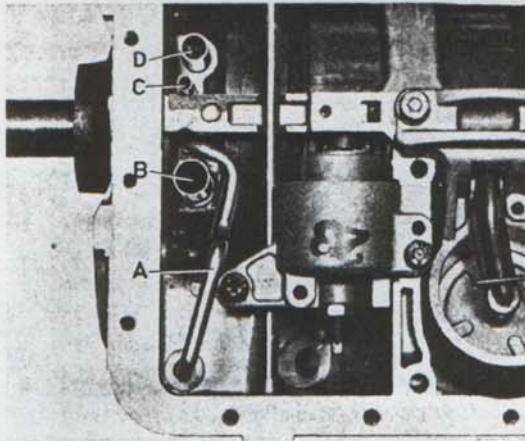

Bild 77. Montering av oljerör, främre pumphus.
24. Montera oljerören för pump och konverter på främre pumpen, bild 77. Glöm inte o-ringen för pumpens inloppsror.